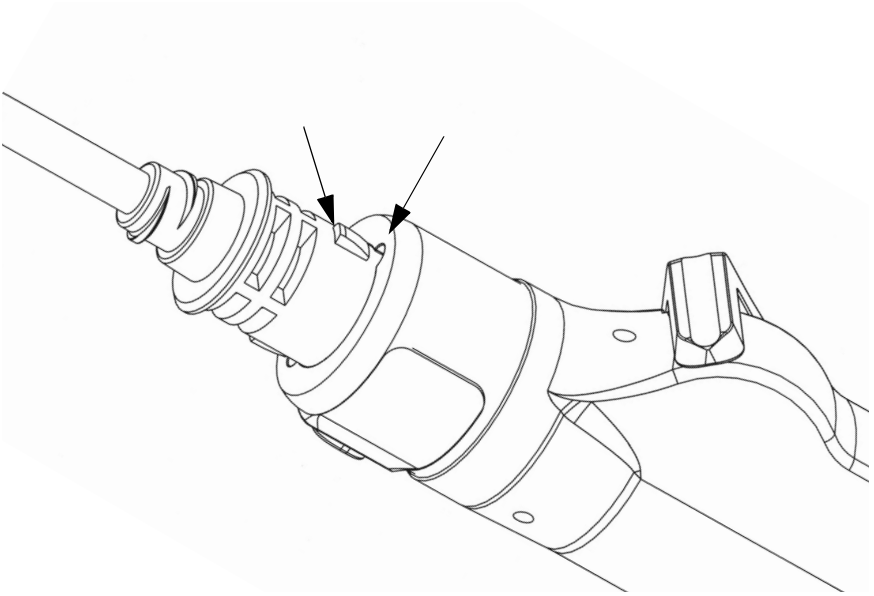

Figur 2: Tilslutning af håndstykket til shaver-konsollen
2. Skub forsigtigt kabelkonnectoren ind i porten. Den låses på plads (se figur 2). (Tag fat i kabelkonnectoren og træk tilbage i konnectormanchetten for at tage kablet ud).